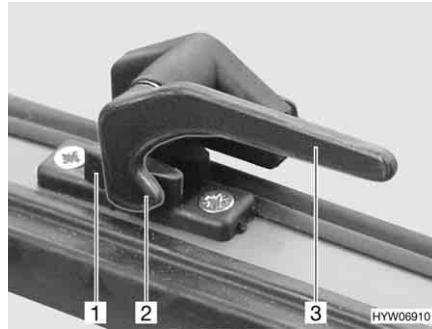

Fig. 52 Leva di serraggio in posizione "Chiuso"
- Ruotare la leva di serraggio (Fig. 52,3) di un quarto di giro verso il centro della finestra.
- Ruotare la leva di serraggio (Fig. 52,3) di un quarto di giro verso il telaio della finestra. Il nasello di chiusura (Fig. 52,2) si trova sul lato interno della chiusura della finestra (Fig. 52,1).
- In posizione "Completamente chiusa" (Fig. 52).